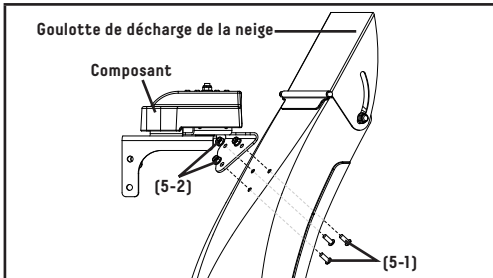

Figure 9A
- Enlevez les boulons (5-1) (figure 9A) et les écrous (5-2) (figure 9A) de la goulotte de décharge de la neige (figure 9A). Conservez-les pour une étape ultérieure.
- Serrez la goulotte de décharge de la neige et le composant illustré dans la figure 9A en utilisant 3 boulons (5-1) (figure 9A) et 3 écrous (5-2) (figure 9A). Faites attention de ne pas déformer le plastique.